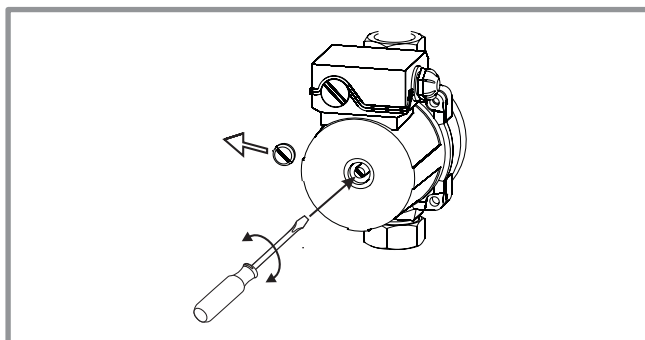

Figure 32 - Dégrippage du circulateur
- A la mise en service il est conseillé de vérifier que le(s) circulateur(s) tourne(nt) librement (figure 32).